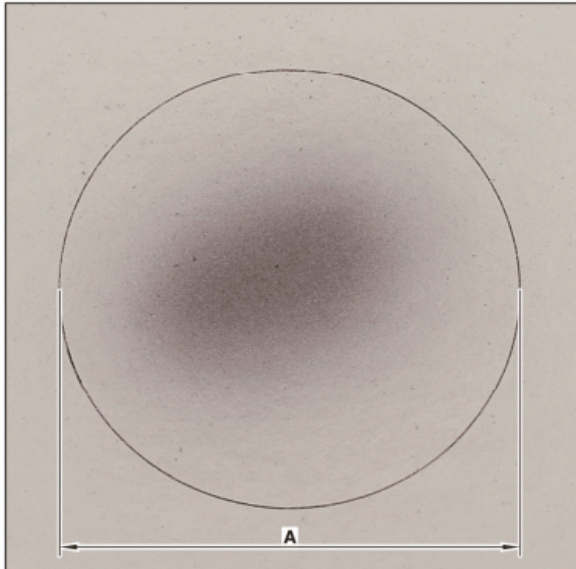

Figura 1.
8. Si la mancha de aceite que llegue a formarse en el papel es negra pero perceptiblemente seca, el paso de aceite esta dentro de lo normal. **Vea figura 1.**